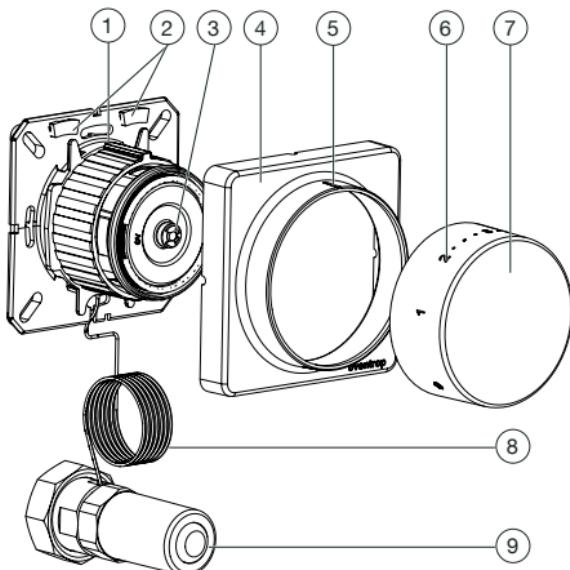

Abb. 1: Aufbau Thermostat „Uni FHU“
Die gewünschte Raumtemperatur stellen Sie am Handrad (siehe Abb. 1 auf Seite 6) ein.
1. Entfernen Sie die Abdeckung (siehe Abb. 1 auf Seite 6 (4)).
1. Entfernen Sie die Abdeckung (siehe Abb. 1 auf Seite 6 (4)).Stellen Sie das Handrad auf den gewünschten Wert (siehe 3.3 auf Seite 7).
2. Nehmen Sie die Begrenzungselemente (siehe Abb. 1 auf Seite 6 (2)) aus der Wandbefestigung und setzen Sie sie rechts und links neben den eingestellten Wert (Anschlagsteg) im inneren des Handrads.
1. Entfernen Sie die Abdeckung (siehe Abb. 1 auf Seite 6 (4)).Stellen Sie das Handrad auf den niedrigsten Wert im gewünschten Temperaturbereich (siehe 3.3 auf Seite 7).
2. Nehmen Sie ein Begrenzungselement (siehe Abb. 1 auf Seite 6 (2)) aus der Wandbefestigung und setzen Sie es links neben den niedrigeren gewünschten Wert. Gem. Beispiel: Merkzahl „2“.
4. Nehmen Sie das zweite Begrenzungselement (siehe Abb. 1 auf Seite 6 (2)) aus der Wandbefestigung und setzen Sie es rechts neben den höchsten gewünschten Wert. Gem. Beispiel: Merkzahl „3“.
2. Drehen Sie die Fühlereinheit (siehe Abb. 1 auf Seite 6 (3)) bis zum Anschlag ein.